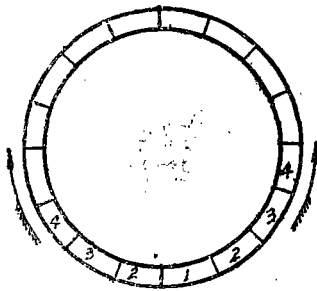

图5 板条的安装
2. 安装板条时, 最好是从下向上对称的安, 使其平衡, 避免板条压力不均而发生扭曲现象, 致使板条两端接触不严, 造成漏水(图5)